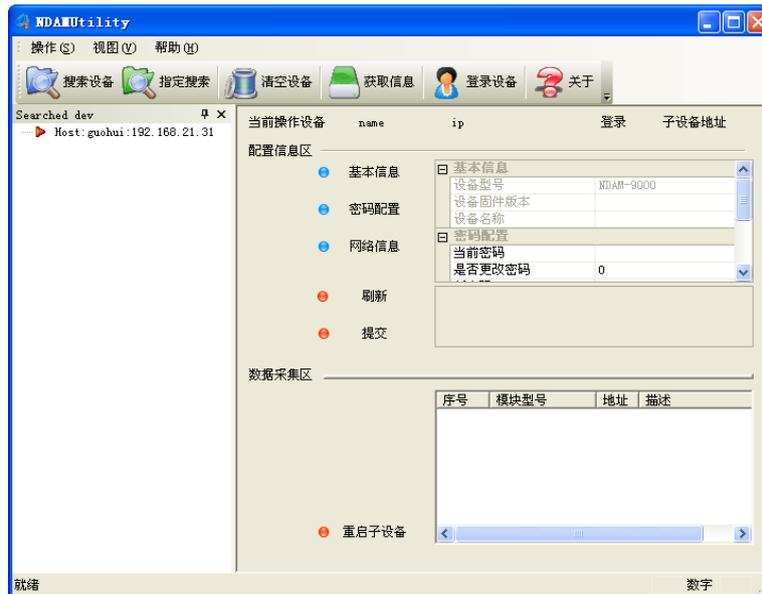

图 3.2 NDAM 配置软件界面
- ① 在 PC 机上安装 NDAM 系列配置软件 NDAMUtility，其运行界面如图 3.2 所示；